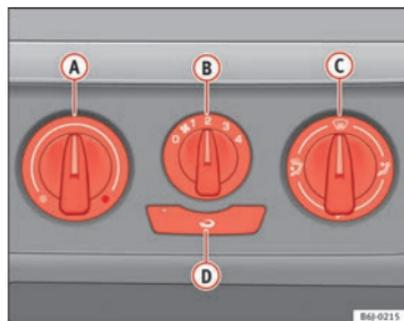

Fig. 102 Comandos do aquecimento no painel de instrumentos
- Com os reguladores **A** e **C** e com o comando **B** ⇒ Fig. 102 é ajustada a temperatura, a distribuição do ar e a velocidade do ventilador.